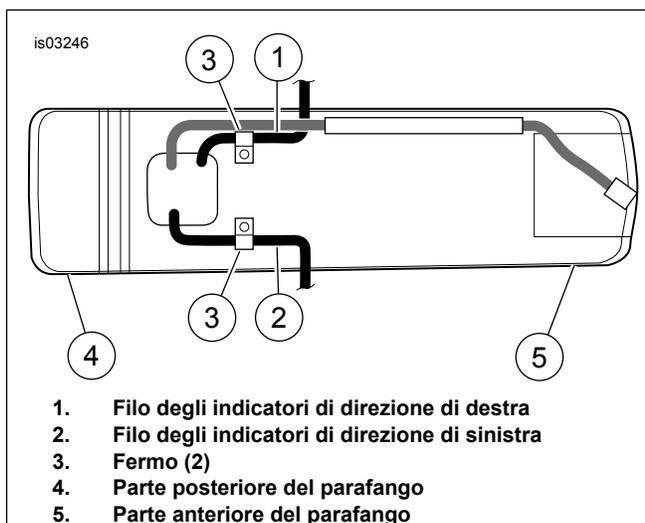

Figura 3. Fili e fermi degli indicatori di direzione (vista dal basso)
5. Vedere Figura 3. Staccare il cablaggio degli indicatori di direzione (1, 2) dai fermi (3) sotto la parte posteriore del parafrangente ed estrarre i fili.